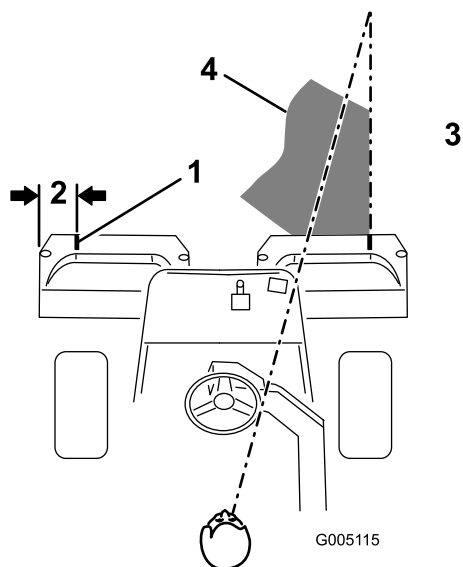

Figura 38
2. Applicare una striscia adesiva bianca, oppure tracciate una linea con della vernice bianca, su ciascun cestello, parallela al bordo esterno del cestello stesso (Figura 38).